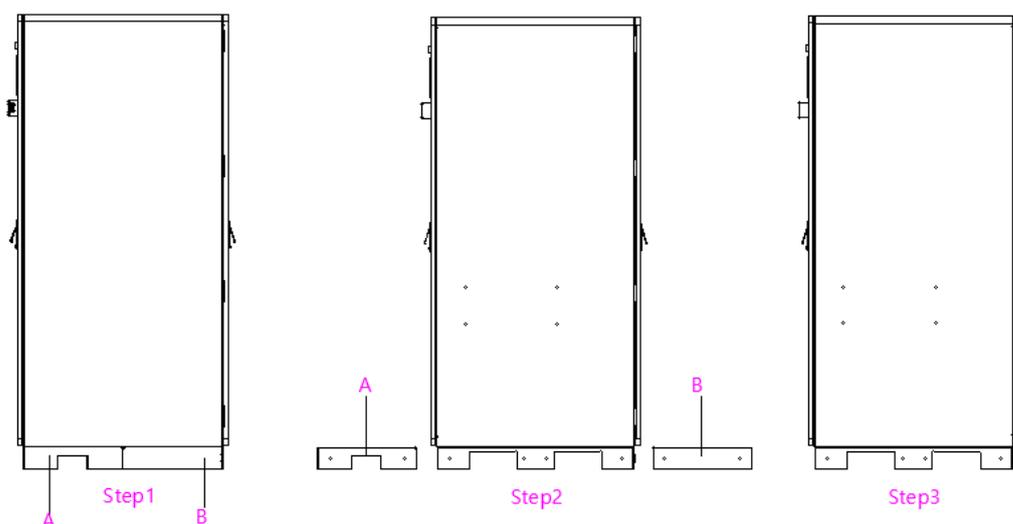

Abb. 4-1. Anweisung für das Auspacken und den Transport von Storion H30.
- (1) Der Gabelstapler sollte eine ausreichende Tragfähigkeit besitzen (mindestens 2 Tonnen).
(2) Die Tiefe der Speicheranlage Storion H30 beträgt 1100 mm. Entsprechend sollten die Gabelzinken mindestens 1100 mm betragen.
(3) Um die Speicheranlage Storion H30 sicher zu transportieren, muss die Speicheranlage vollständig durch die Gabellöcher auf den Gabelzinken aufgelegt werden. Die Gabellöcher werden in der Abb. 4-1 dargestellt.
(4) Der Transport der Speicheranlage mit dem Gabelstapler sollte langsam, stabil und vorsichtig durchgeführt werden.
In der Abbildung 4-1 werden die Zustände der Speicheranlage schematisch dargestellt.